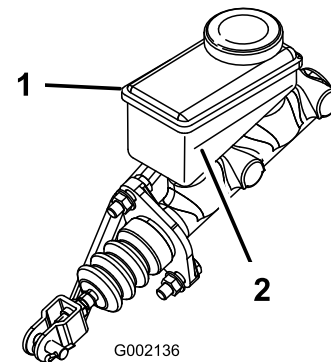

Figura 14
3. Mire el nivel de aceite en el lateral del depósito (Figura 14).
- B. Añada líquido de frenos DOT 3 al depósito hasta que el nivel esté por encima de la línea Mínimo (Figura 14).
5. Instale el tapón de goma encima del salpicadero (Figura 14).